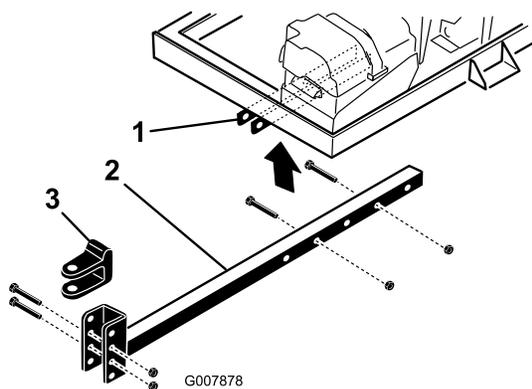

Figura 8
2. Inserite il tubo dell'attacco di traino nelle staffe del telaio (Figura 8). Fissate il tubo al telaio con 2 bulloni (3/8 x 3 pollici) e dadi flangiati (3/8 pollice).
- Togliete i bulloni e i dadi di bloccaggio che fissano l'uncino dell'attacco di traino (Figura 8) al tubo dell'attacco stesso.
- Rimuovete i bulloni e i dadi che fissano il tubo dell'attacco di traino alle staffe del telaio (Figura 8).